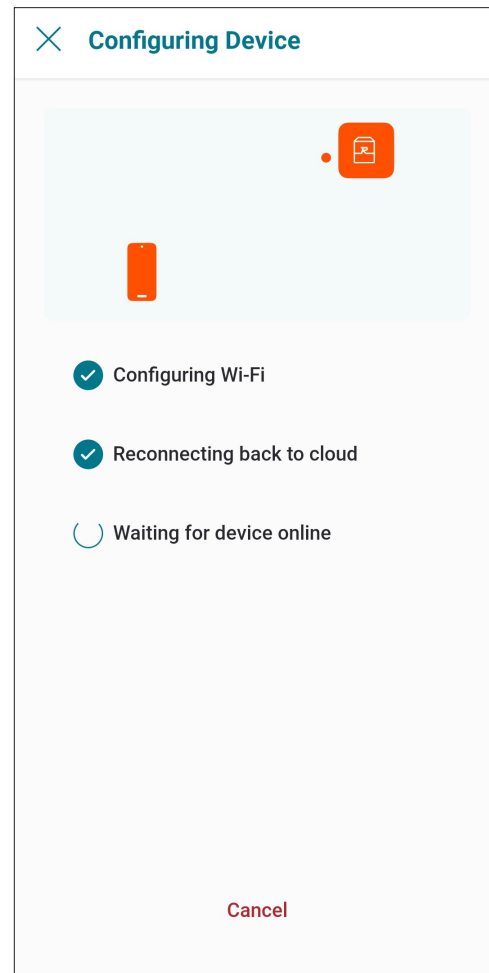

Figure 86. Configuration de l'appareil
7. L'appli Raymote transmet les identifiants réseau Wi-Fi à votre appareil. Cela pourrait nécessiter quelques secondes, voir **Figure 86**.